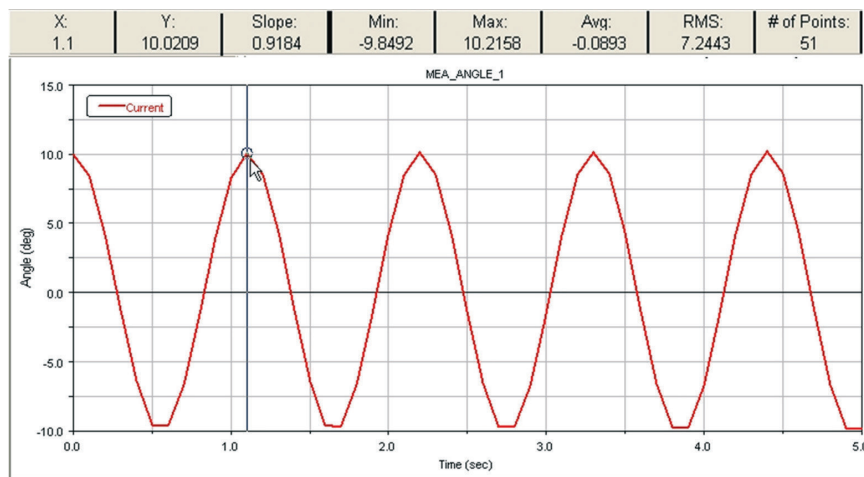

Figura 2.36 – Tela ilustrativa da simulação de obtenção do período no módulo ADAMS/PosProcessor, destacando o ponto de obtenção do período  $X = 1.1$  s
- No menu principal desse módulo, selecione a opção *Plot Tracking*, representada pelo seguinte ícone . Isto possibilitará, ao usuário, rastrear os valores de Ângulo  $\times$  Tempo, ao longo da curva. A Figura 2.36 mostra o tempo que o pêndulo leva para percorrer a distância correspondente a dois picos da curva, o que fornece o período.
Sabendo que  $g = \frac{(4\pi^2 L)}{T^2}$ ,  $T = 1,1$  s obtido da Figura 2.36,  $L = 0,30$  m, disto tem-se  $g = 9,79 \text{ m/s}^2$ .